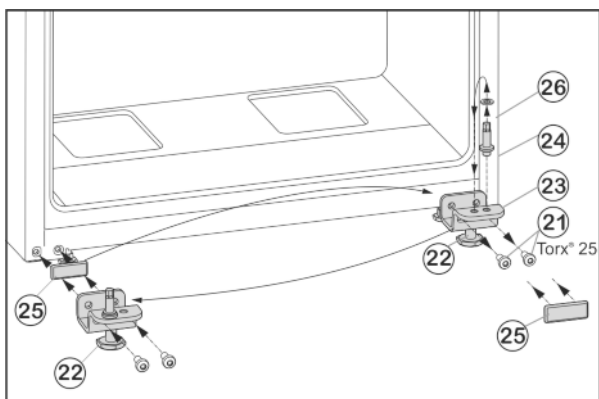

Fig. 7
- ▶ Открутите крепежные винты Fig. 7 (21).
- ▶ Снимите нижний опорный кронштейн Fig. 7 (23) вместе с опорным пальцем Fig. 7 (24), шайбой Fig. 7 (26) и регулируемой опорой Fig. 7 (22).
- ▶ Открутите опорный палец Fig. 7 (24) вместе с шайбой Fig. 7 (26) и, переставив в отверстие на противоположной стороне опорного кронштейна, снова прикрутите.
- ▶ Аккуратно снимите защитную пластину Fig. 7 (25) и переставьте ее на противоположную сторону.
- ▶ Прикрутите нижний опорный кронштейн Fig. 7 (23) вместе с опорным пальцем Fig. 7 (24), шайбой Fig. 7 (26) и регулируемой опорой Fig. 7 (22) с новой стороны шарнира (с моментом 4 Нм), при необходимости используйте аккумуляторный шурупверт.
- ▶ Установите дверь сверху на опорный палец Fig. 7 (24).
- ▶ Выверните регулируемую опору Fig. 7 (22) на нижнем опорном кронштейне Fig. 7 (23) до ее соприкосновения с полом.